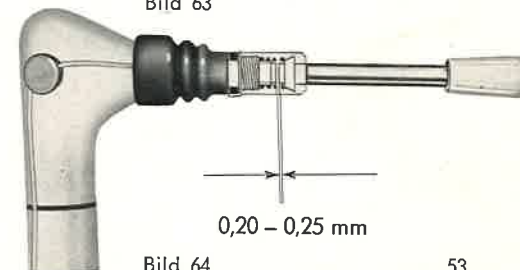

Bild 64
3. Kontaktflächen am Schalthebel alle 15000 km reinigen und Kontaktabstand neu einstellen (Bild 64). Hierzu muß der Schalthebel zerlegt werden (Werkstattarbeit!).